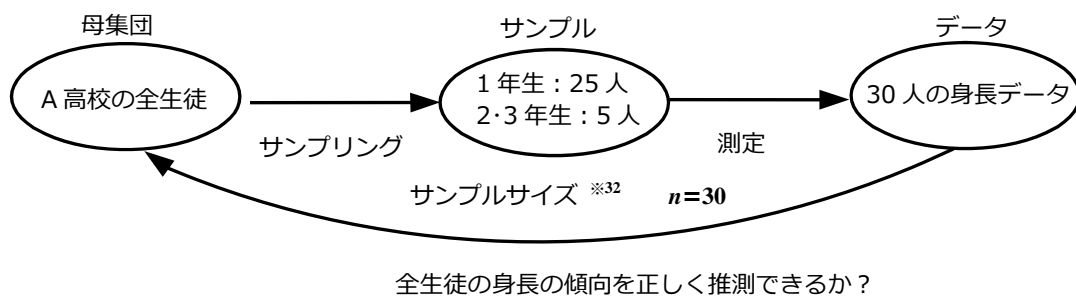

図 2.3 サンプリングに偏りがある場合
(1) で取り上げたA高校に在籍している生徒の身長傾向を把握することを考えます。そのために、母集団である全生徒から30人をサンプリングするとします。このとき、1年生から25人、2年生と3年生から残りの5人をサンプリングした場合には、サンプルの結果から母集団を正しく推測できるでしょうか（**図 2.3**）。この場合は、明らかに1年生に偏った身長の推測となりますので、学年に偏りなくランダムに抽出することが必要です。そのためには、学年別に層別 [2.3 節 (8)、p.24 参照] してサンプリングすることも一つの方法です。